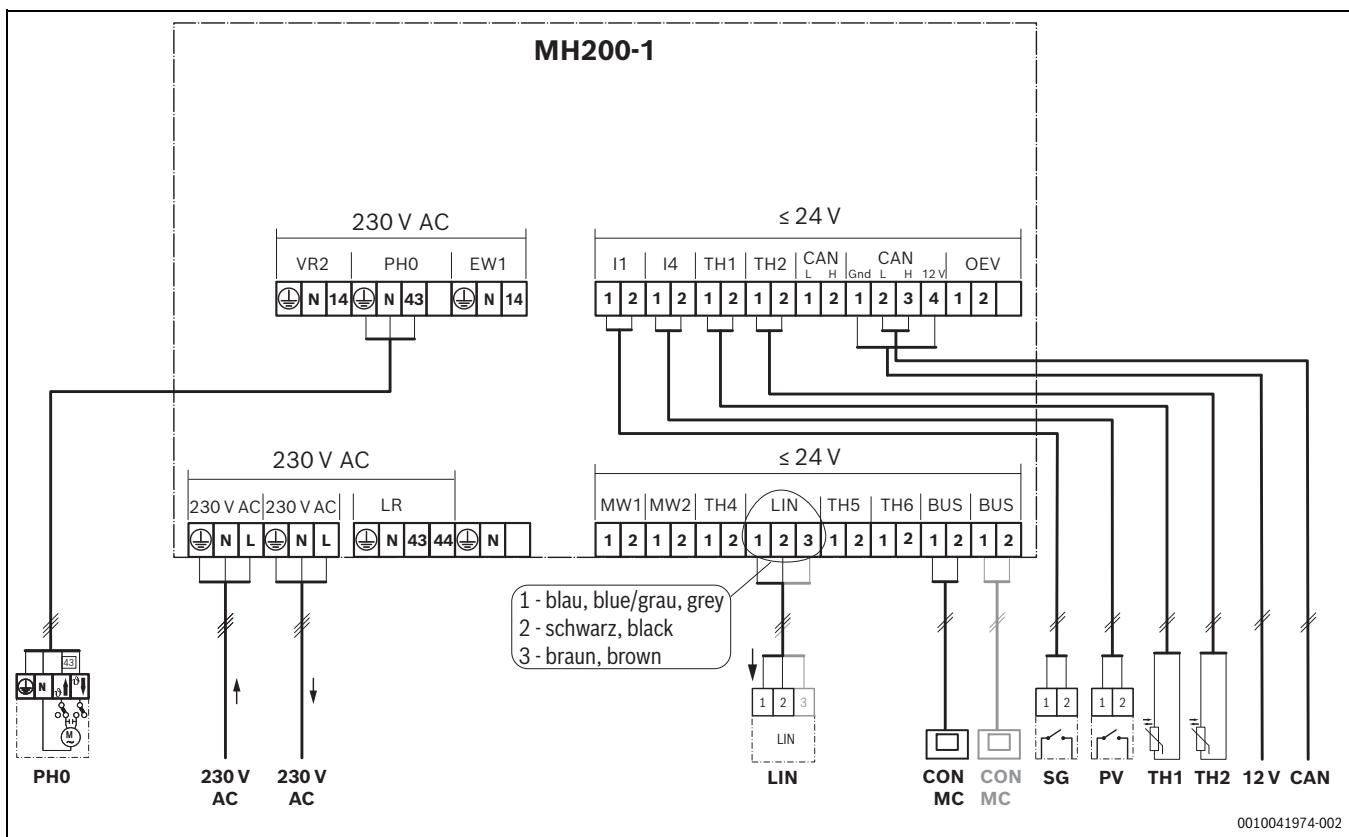

Bild 23 Überblick Anschlussklemmenbelegung
- ▶ Sicherstellen, dass die Kabel an den entsprechend markierten Anschlüssen des Moduls angeschlossen sind (→ Bild 23).
Legende zu Bild 23 und zu den Tabellen 4 und 5: